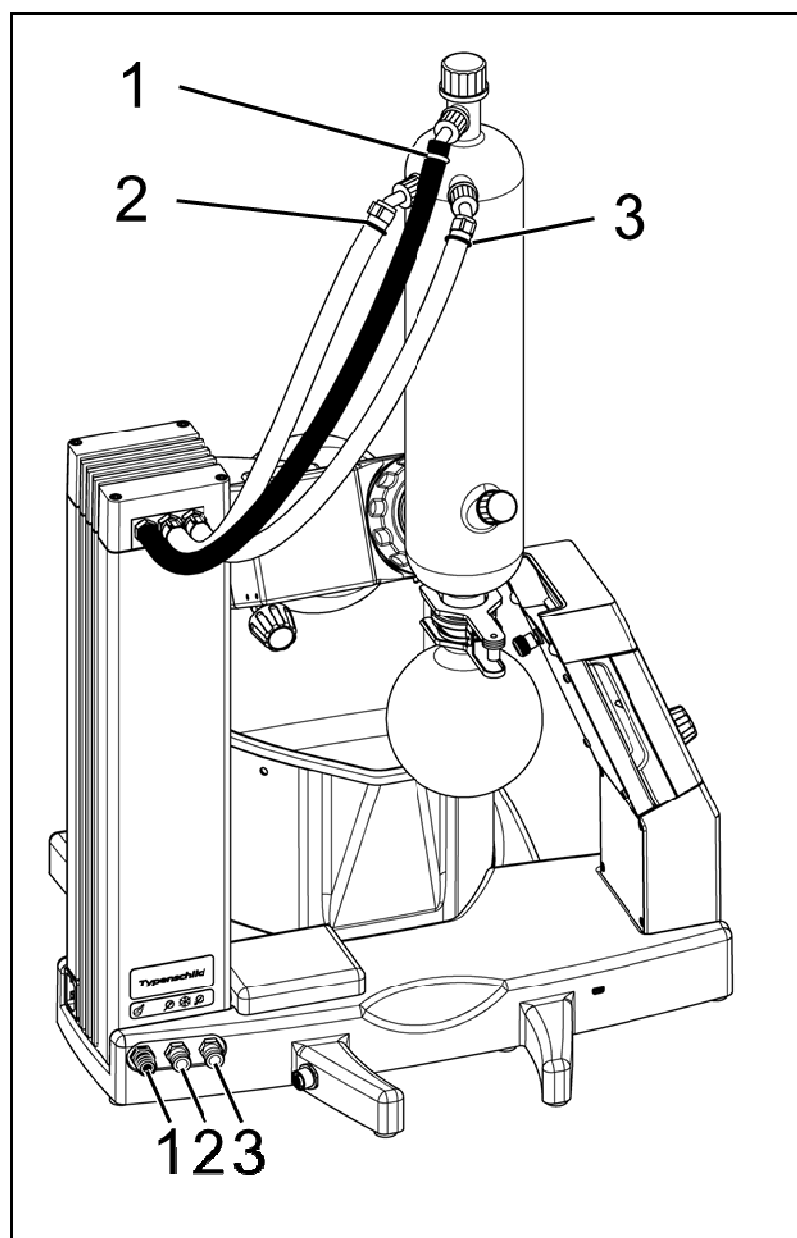

Fig. 5: Montaggio dei tubi per fluido refrigerante e del vuoto
4. Applicare i collegamenti flessibili (Fig. 5/1 e 2) e riempire la trappola fredda con ghiaccio secco.
- i** Per facilitare il collegamento, i tubi flessibili e i raccordi sono marcati con colori diversi (v. legenda alla Fig. 5).
- i** Collegare i tubi del vuoto esclusivamente sul lato sinistro della torre (v. Fig. 5). Qui il collegamento interno presenta una maggiore resistenza all'attacco chimico (v. Cap. 4, *Specifiche tecniche*)